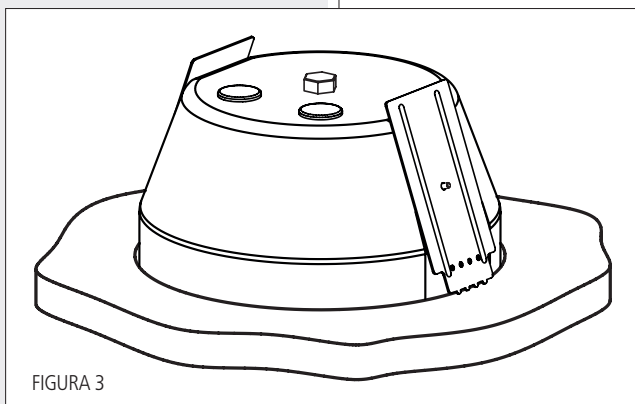

FIGURA 3
4. Svitare nuovamente i due bulloni ad alette **A** e spostare le due piastre di fissaggio **B** verso il basso in modo da bloccare il fondello antifiamma alla controsoffittatura (come mostrato in figura 3); serrare i due bulloni ad alette **A** ad operazione ultimata.